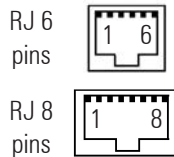

Fig. 23. Connecteur RJ pour RS-232 (9).
- Celui de série avec un seul port de communication RS-232 sur le panneau de contrôle à travers le connecteur RJ à 6 ou 8 broches **(9)** (Cf. figure 23).